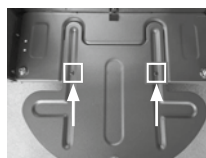

imagen 2
- Abra la placa inferior y fíjela con 2 tornillos; consulte la imagen 2.